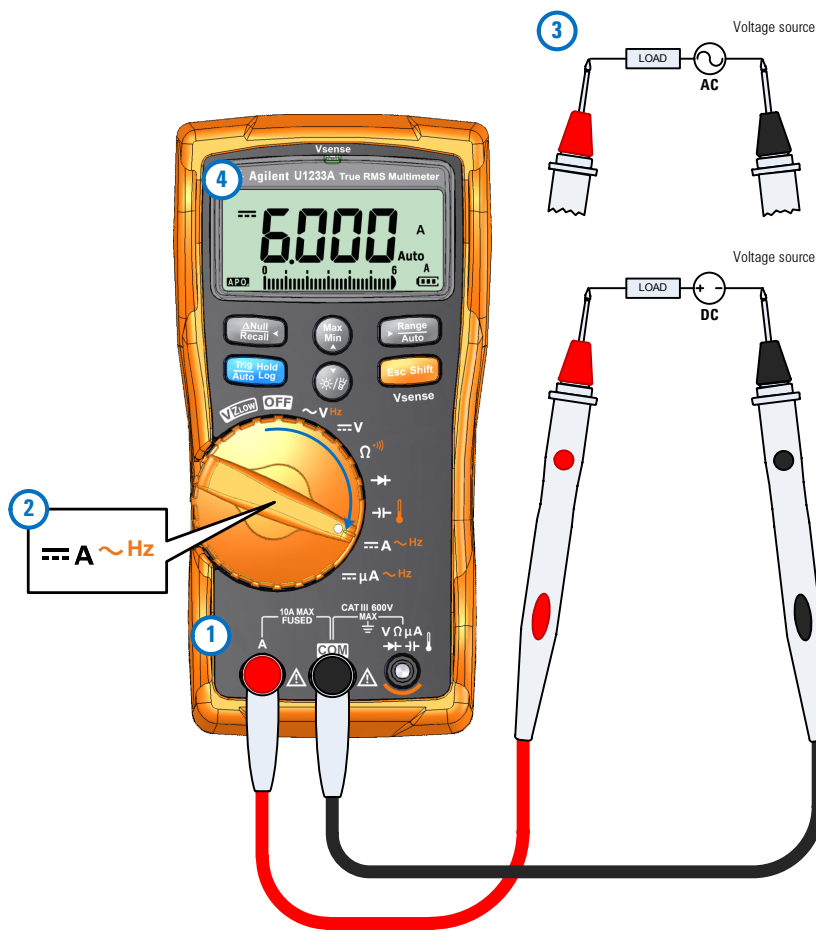
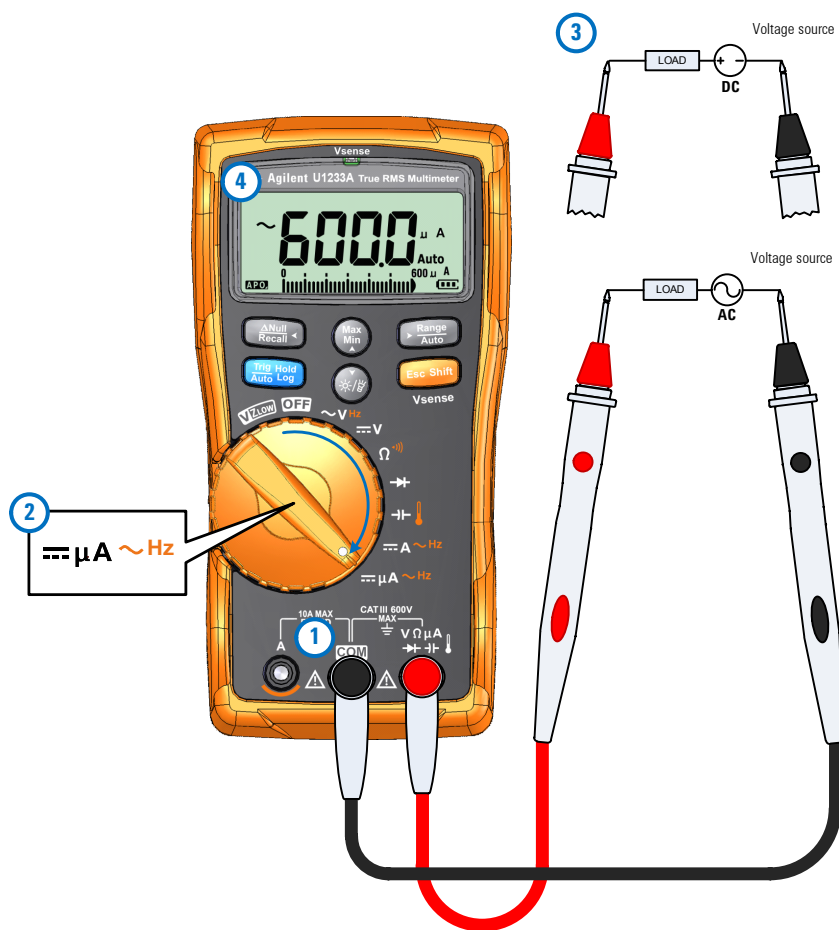

图 2-24 测量 DC/AC 电流（精度高达 A）
图 2-25 测量 AC/DC 电流（精度高达 μA ）
将万用表设置为测量 AC 或 DC 电流，如图 2-24 和图 2-25 所示。探测测试点并读取显示值。
- 1 将万用表设置为执行 μA 测量，如图 2-25 所示。